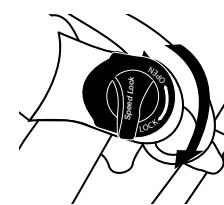

Figure 20. Molette en position fermée
- Pour verrouiller la fourche suspendue, tournez la molette de verrouillage/réglage dans le sens indiqué par la flèche avec l'inscription « LOCK » ou « FIRM » jusqu'à la butée (Figure 20).